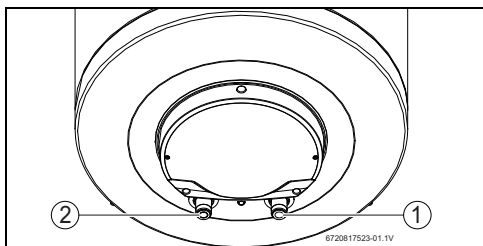

Рис. 9
- ▶ Обозначьте трубы горячей и холодной воды соответствующим образом, чтобы не перепутать их (рис. 9).